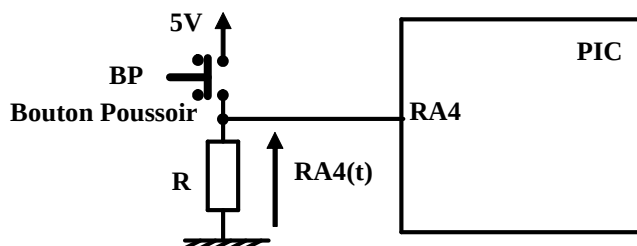

Figure I.3.
Nous allons supposer qu'un **Bouton Poussoir (BP)** est relié à la ligne **4** du **PORTA**, comme indiqué sur la figure I.3. ci-dessous.
En faisant le lien « **hardware/software** » avec le schéma de la figure I.3., expliquer à quoi servent ces trois lignes assembleur.
Noter attentivement les **différences** par rapport au schéma de la figure I.3. précédemment simulé, notamment au niveau du câblage du bouton poussoir **S2**, branché sur la broche **RA4**.